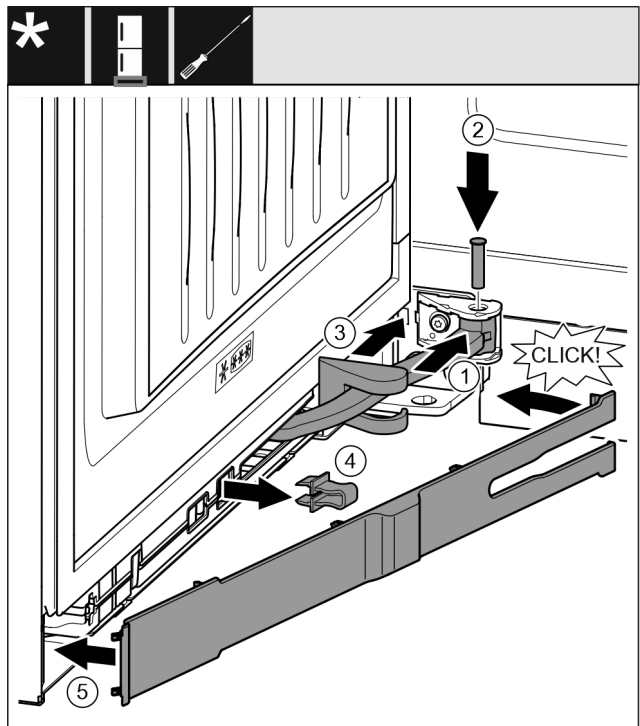

Fig. 47
- ▶ Kĺb otočte v závесе. Fig. 47 (1)
- ▶ Skrutkovačom T15 nasadíte čap do závесu a kĺbu. Pritom dbajte na to, aby sa zaisťovací doraz nachádzal správne v drážke. Fig. 47 (2)
- ▶ Kryt ložiskovej konzoly posuňte pozdĺž kĺbu a namontujte ho nad závес. Fig. 47 (3)
- ▶ Vyberte poistku. Fig. 47 (4)
- ▶ Kryt nasadte na strane rukoväte a priklopte. Fig. 47 (5)